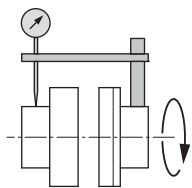

fig. 11: Kontroll av radiell justering med en komparator
- Sätt fast en mätklocka på en av kopplingarna eller på axeln (se fig. 11). Mätklockans kolv måste ligga på den andra halvkopplingens krans (se fig. 11).